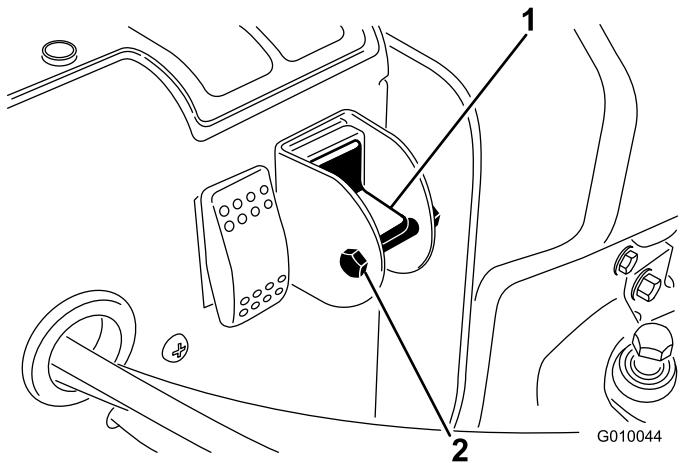

図 30
3. セレクタ・スイッチのロック用ボルトとナットを外す(図30)。